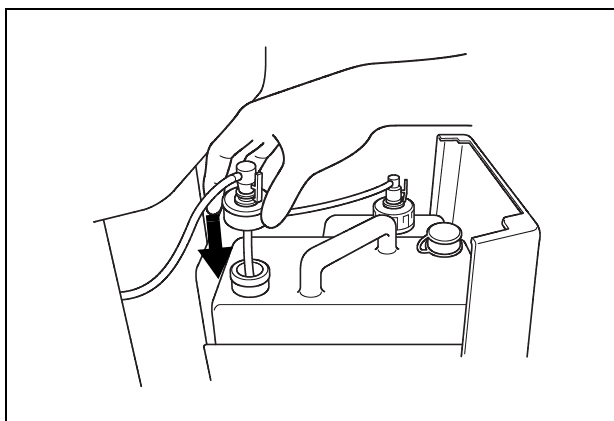

Рис. 7.91
16. Наденьте крышку на контейнер моющего средства и закройте отсек моющего средства/спирта (см. Рис. 7.91).